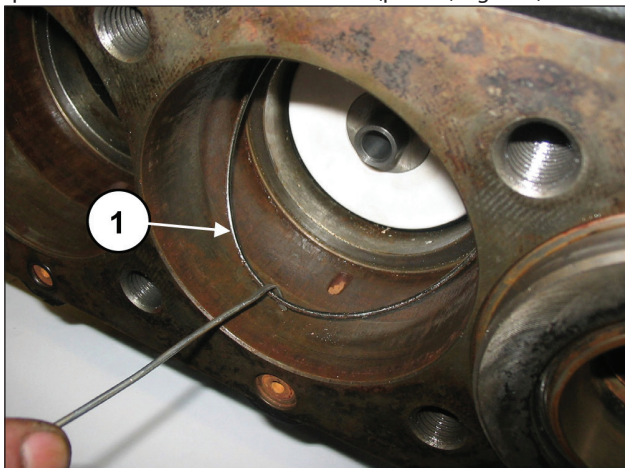

Fig. 125
Extraer la junta tórica del fondo del soporte de la junta si se queda dentro del cárter de la bomba (pos. ①, Fig. 125).